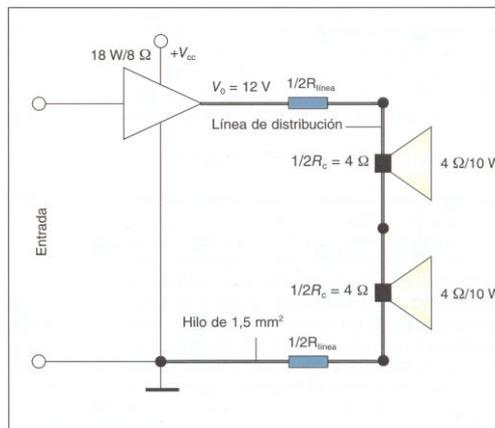

Figura 2. Amplificador cargado con dos altavoces en serie de 4Ω/10W y línea de 50m y 1,5mm².
- Determina el valor de la resistencia de la línea de $2,5\text{mm}^2$ del circuito de la figura 2 de este tema e indica el porcentaje que supone de la carga total (Resistencia de los altavoces).